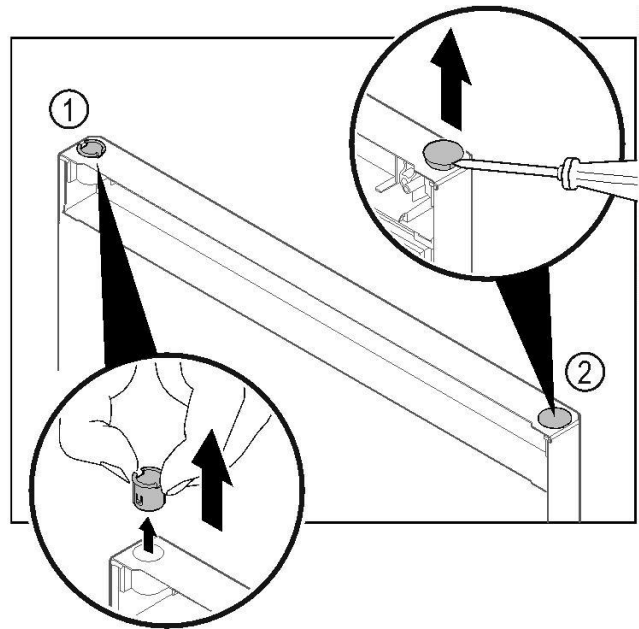

Fig. 24
- || Scharnierbus Fig. 24 (1) met de vingers eruit trekken.
- || Afdekstop Fig. 24 (2) voorzichtig met een sleufschroevendraaier optillen en eruit trekken.